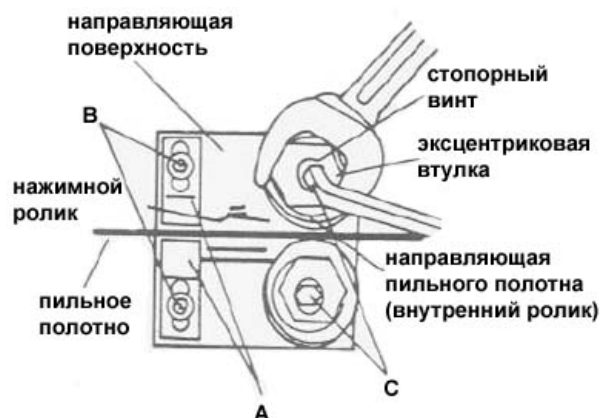

Рис.8
Ослабьте винты (B, рис. 8) и отодвиньте скользящие элементы (A) от пыльного полотна.